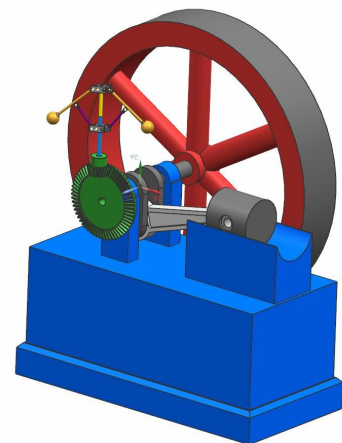
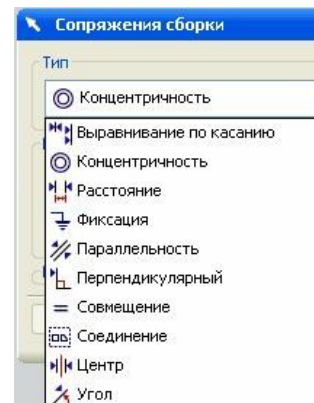

рис.2
рис.6
В данном приложении системы NX 8.5 (*Симуляция кинематических механизмов*) при анализе механизмов вам не придется составлять эти эквивалентные схемы! Вам достаточно изобразить все детали механизма так, как они выглядят в действительности, с учетом реальной геометрии и массо - инерционных характеристик всех деталей (рис.2). Но эта возможность (избежать составления эквивалентных схем) возможна только при анализе поступательной и вращательной **механики**!
- В самом начале проекта вам придется построить *статическую* сборку будущего механизма. То есть, все детали будущего механизма должны располагаться друг относительно друга так, как это имеет место в реальном механизме (рис.2). При этом, естественно, на все детали предварительно вам придется наложить *ограничения сборки* (рис.6).